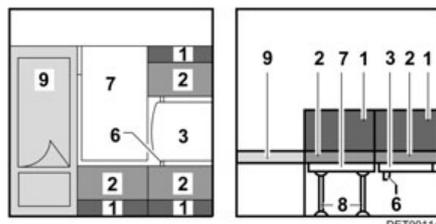

Fig. 92 Pendant la transformation
- Suspendre la table dans la baguette de support inférieure (Fig. 92,6) et la déposer sur la barrette.
- Rabattre la planche supplémentaire (Fig. 92,7).
- Placer les pieds de support (Fig. 92,8) dans la planche supplémentaire.
- Poser la planche supplémentaire à côté du lit (Fig. 92,9).